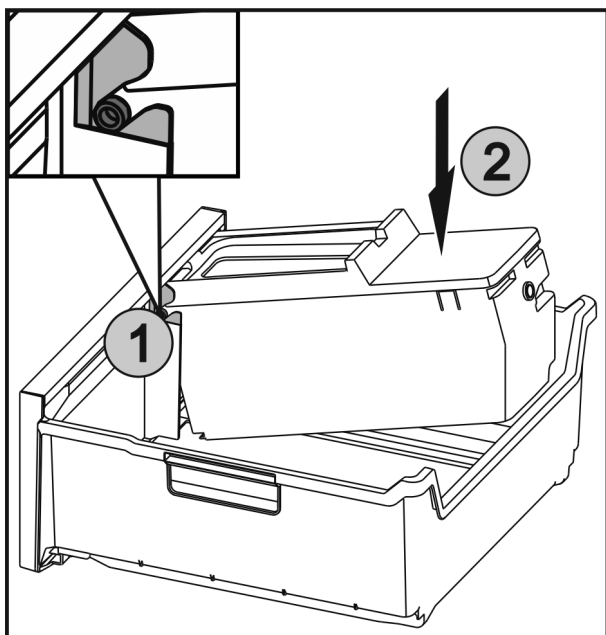

Fig. 62
- Skjut in axlarna Fig. 62 (1) på EasyTwist-Ice i spåren och tryck fast den bakre sidan Fig. 62 (2) så att fliken hakar fast.